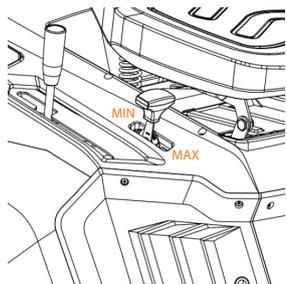

Рис. 16
5. Переведите рычаг управления дроссельной заслонкой в положение «MAX» (Рис. 16).
1. Переключите рукоятку дроссельной заслонки в положение максимальной скорости «**MAX**» (Рис. 16).
- Переключите рычаг дроссельной заслонки в положение минимальной скорости «MIN» (Рис. 16).